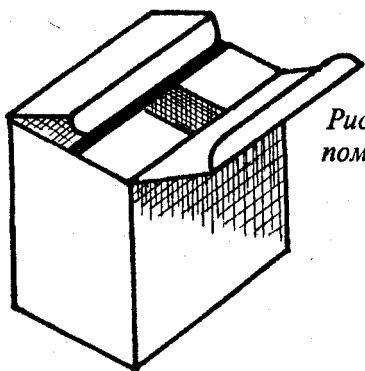

Рис. 7. Схема фиксации полки с помощью задней стенки корпуса
4. Собрать дно корпуса, для этого вначале согнуть по линиям сгиба клапаны с прорезями, уложить их на торец полки, отогнутые края двух других клапанов вложить в паз полки — рис. 7. Корпус и полка будут плотно соединены друг с другом.